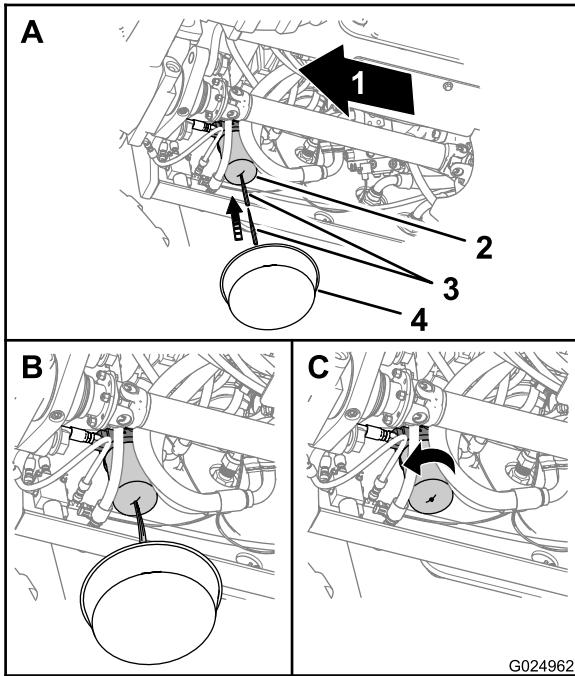

Bild 1
1. Stellen Sie eine Auffangwanne unter den GetriebeölfILTER (Bild 1).
2. Stechen Sie in die Unterseite des Getriebefilters und lassen Sie restliches Hydrauliköl in die Auffangwanne ablaufen (Bild 1).
3. Entfernen Sie den Getriebefilter mit einem Filterschraubenschlüssel und werfen Sie den Filter weg (Bild 1).
6. Ziehen Sie den Filter mit der Hand um eine weitere halbe oder dreiviertel Umdrehung an, wenn der Filter den Filterkopf berührt (Bild 1).